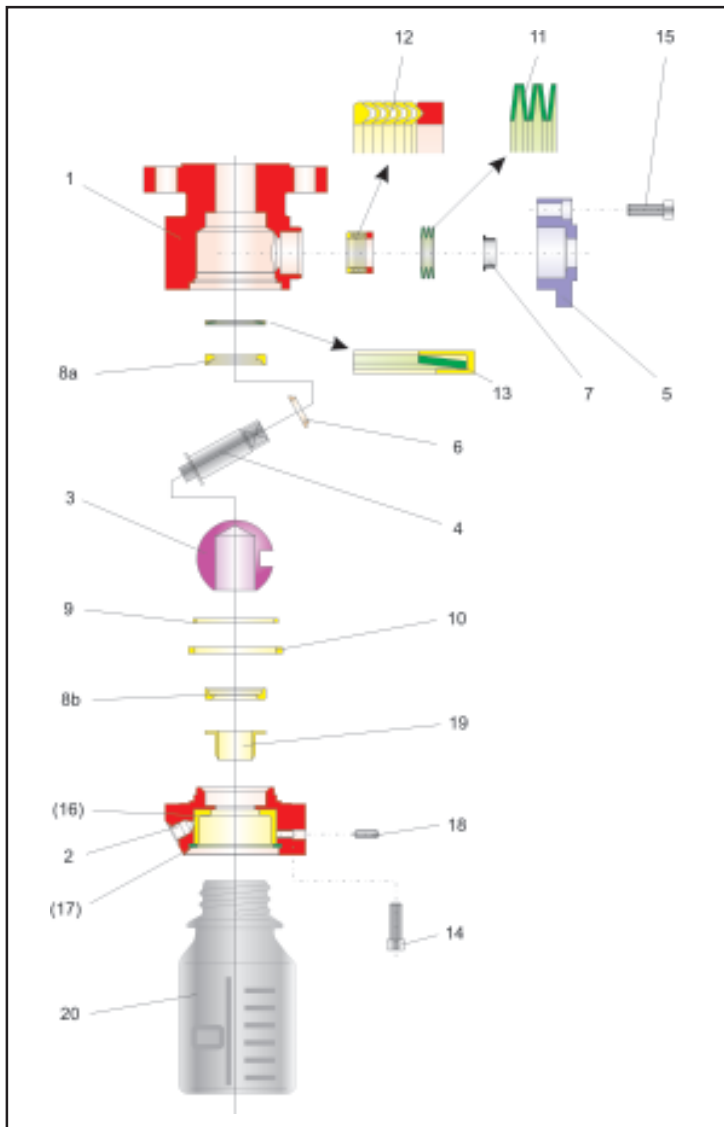

Bild 3 - Explosionszeichnung des Probenehmerhahns BR 27i
Hinweis: Die in der Explosionszeichnung (Bild 3) dargestellte Lage und Anordnung der Einzelteile ist bei der Montage einzuhalten.
Die Montage beginnt beim Grundgehäuse (1). Die ummantelte Tellerfeder (13) wird in das Grundgehäuse (1) eingelegt. Die Einbaulage der Tellerfeder ist der Zeichnung (Bild 3) zu entnehmen.
Die Anordnung der V-Ringe sind der Explosionszeichnung (Bild 3) zu entnehmen.
Auf die Packung wird nun der Tellerfedersatz (11) gelegt. Auch die Anordnung der Tellerfedern sind der Explosionszeichnung (Bild 3) zu entnehmen.